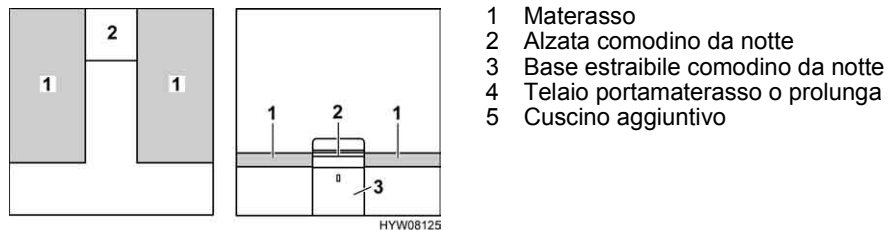

Fig. 113 Prima della trasformazione
- Rimuovere l'alzata del comodino da notte (Fig. 113,2) e metterla da parte.